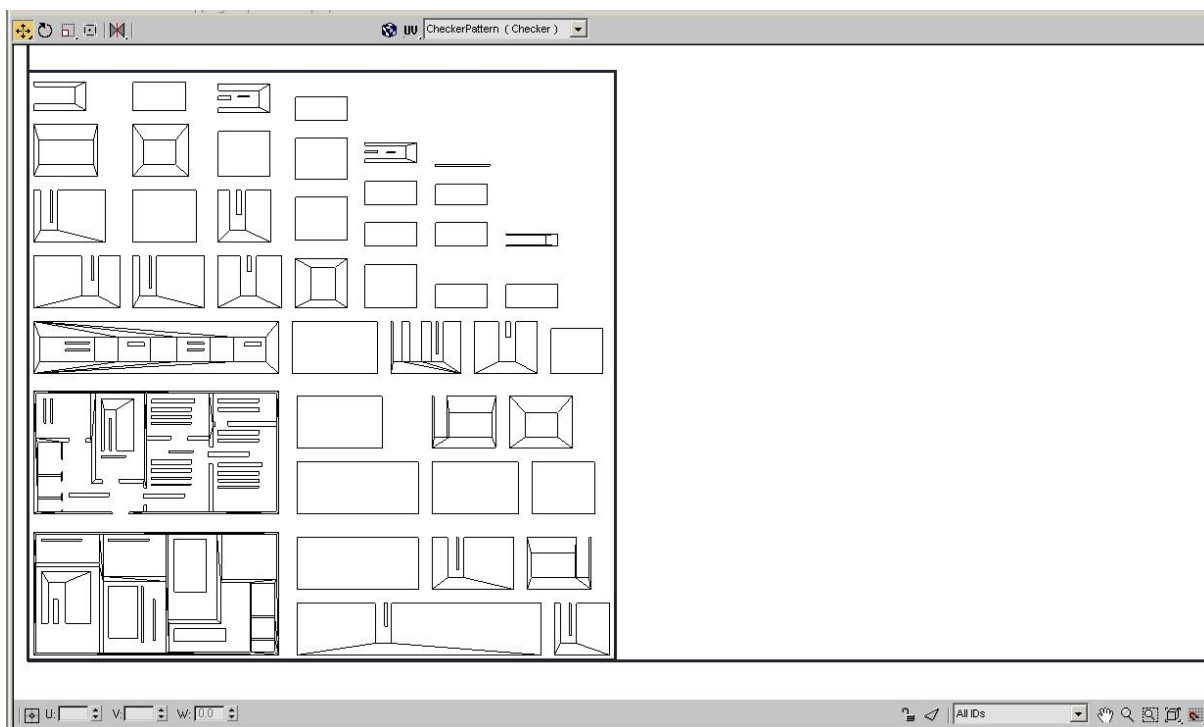

Рис.4
3. После того как стены были разложены на плоскости (Рис. 4), необходимо собрать элементы стен в кластеры, соответствующие помещениям и внешним стенам.